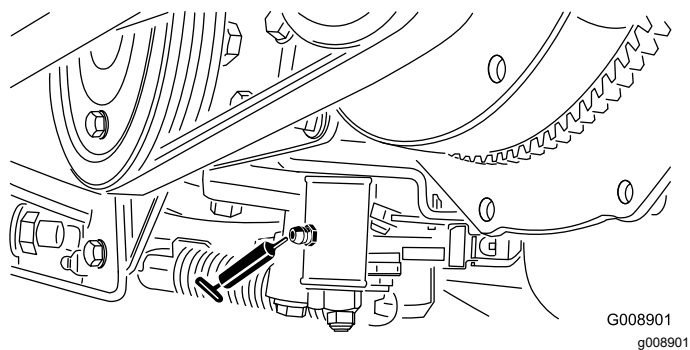

Figura 38
- Meccanismo di regolazione in folle (Figura 38)